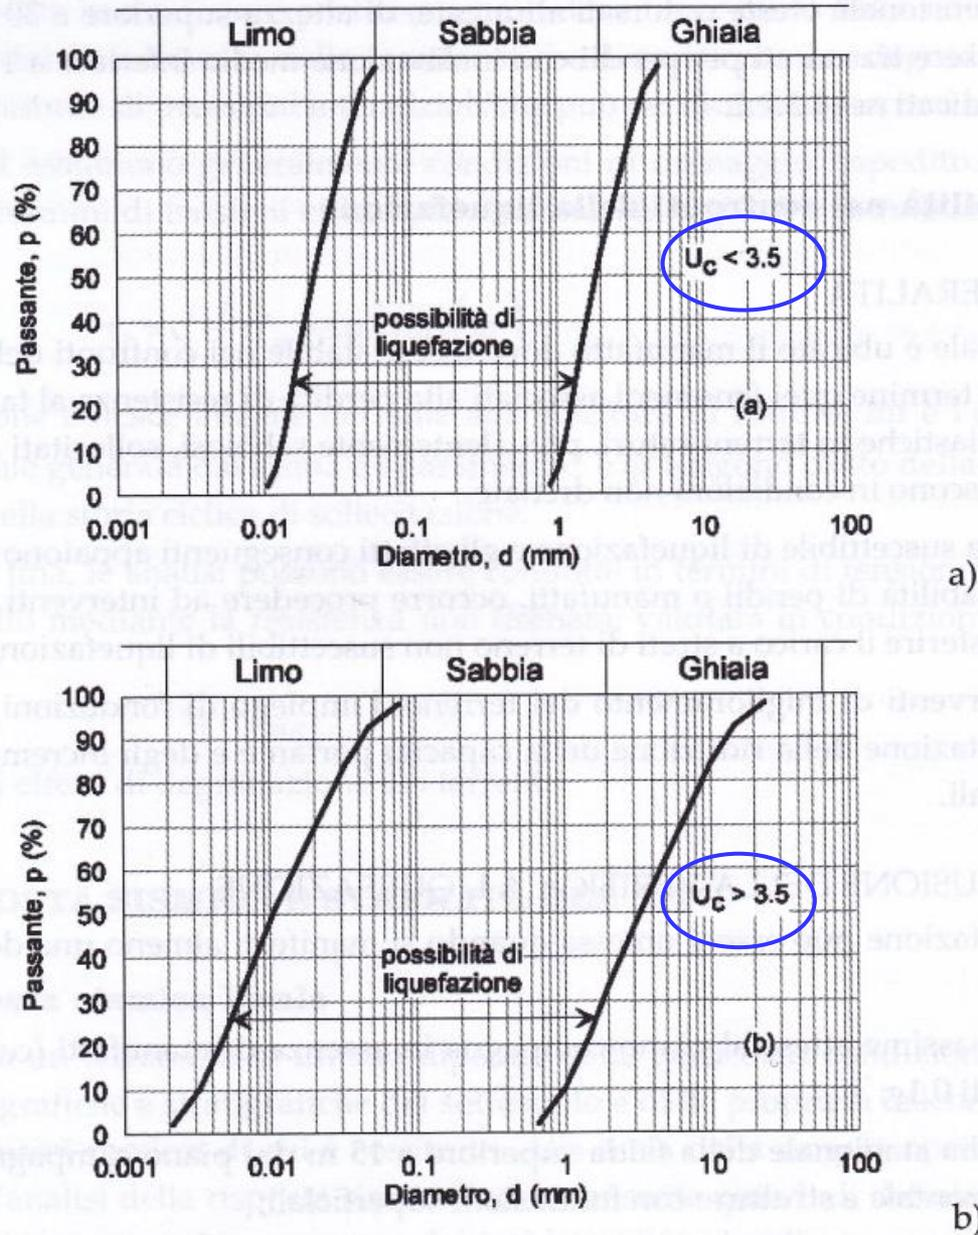

Fig. 7.11.1 – Fusi granulometrici di terreni suscettibili di liquefazione
4. distribuzione granulometrica esterna alle zone indicate nelle figure della diapositiva seguente (Fig. 7.11.1 di NTC 2018).